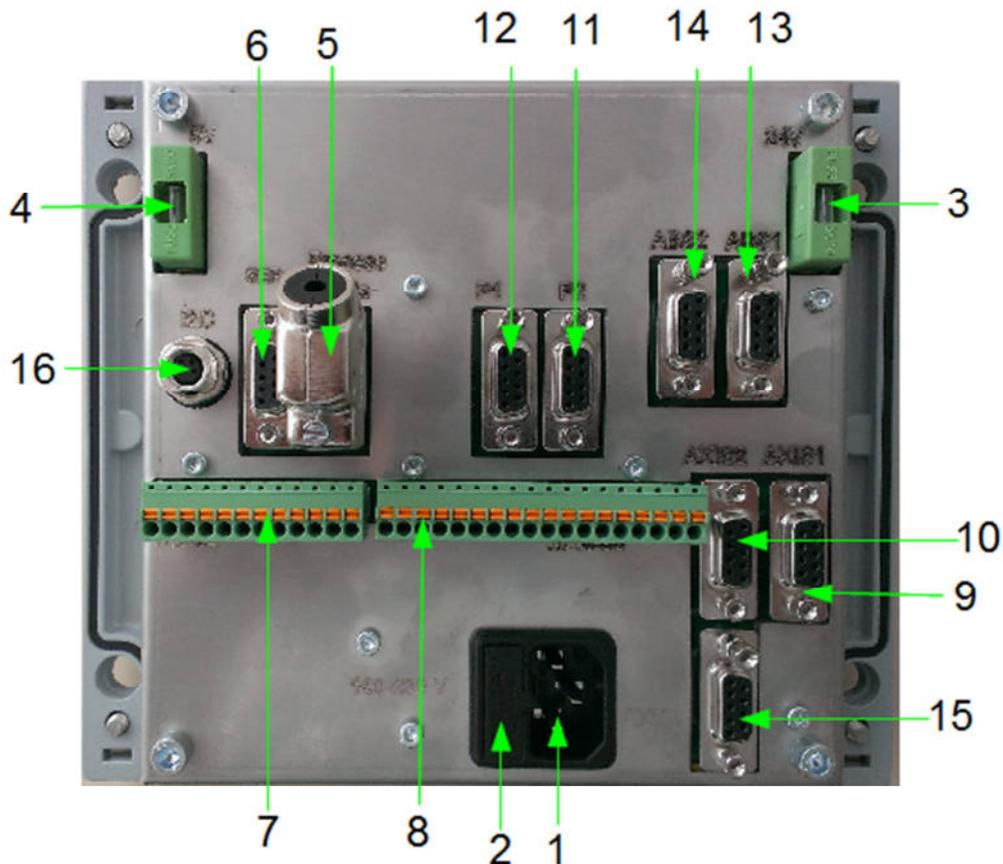

Abb.: 3-2 Rückseite SPC-COM mit Anschlüssen im ausgebauten Zustand.
- Stecken Sie den Prozessdatenspeicher (Abb.: 3-3) in die Buchse **ProcessData** (Abb.: 3-2 Pos.5) und schrauben Sie den Stecker fest.
- Verbinden Sie das Kabel vom Lineargeber mit der Buchse **AXIS1** (Abb.: 3-2 Pos.9) und schrauben Sie den Stecker fest.
- Verbinden Sie das Kabel vom Drehgeber mit der Buchse **AXIS2** (Abb.: 3-2 Pos.10) und schrauben Sie diesen Stecker fest.
- Schließen Sie an die SPC-COM Steuerung das mitgelieferte RS232 Kabel (Abb.: 3-2 Pos.6), zur Parametrierung der Steuerung.
- Stecken Sie nun die IEC-Buchse mit Kabel in den dafür vorgesehenen IEC-Stecker (Abb.: 3-2 Pos.1) in der Rückwand der Steuerung